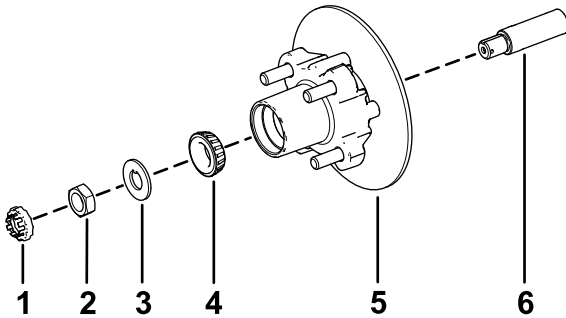

Figure 35
1. Appliquez une fine couche de la graisse spécifiée sur la fusée (Figure 35).
2. Montez le moyeu et le disque sur la fusée, en plaçant le disque à l'intérieur (Figure 35).
3. Montez le roulement extérieur sur la fusée et poussez-le contre la bague extérieure (Figure 35).
4. Placez la rondelle à languette sur la fusée (Figure 35).
5. Vissez l'écrou de fusée sur la fusée et serrez-le à 15 N·m (11 pi-lb) tout en tournant le moyeu pour asseoir le roulement (Figure 35).
2. Placez les plaquettes de frein de chaque côté du disque (Figure 31), puis alignez les trous du support d'étrier et les trous du support de frein sur le porte-fusée (Figure 35).